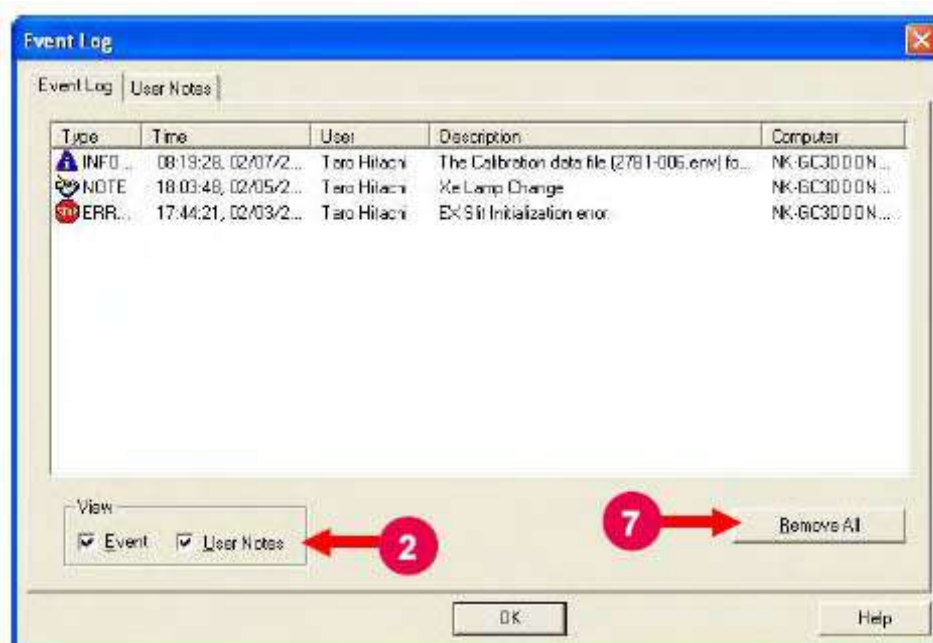

Рис. 8-14 Вкладка «Журнал событий»
- (2) Появится вкладка «Журнал событий», показанная на рис. 8-14. На ней отображается время возникновения ошибки, имя пользователя, описание, компьютер и т.д.
- (3) В поле «Вид» установите флажок «Событие» (Event) или флажок «Примечания пользователя» (User notes), после чего будет отображена подробная информация. (Смотрите (2) на рис. 8-14).
При нажатии кнопки «Да», журнал событий и вся пользовательская информация будет очищена. (Смотрите (7) на рис. 8-14).